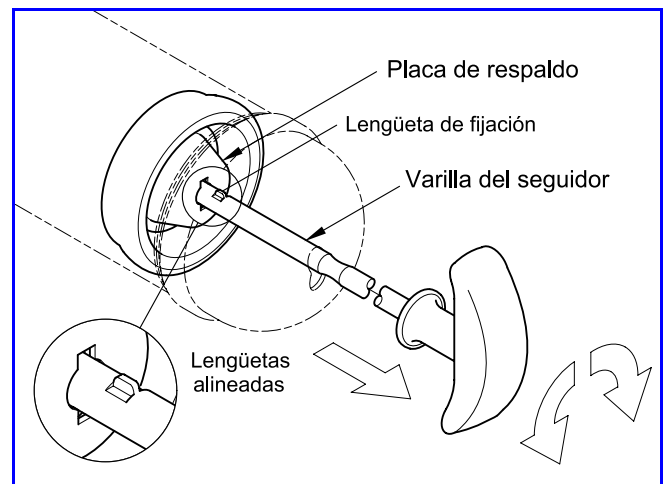

Figura 3 Lengüetas de fijación de la varilla del seguidor alineadas
2. Extraiga la varilla del seguidor de la tapa del cilindro. A la vez, haga girar la varilla para permitir el acceso de las lengüetas de fijación a través de la placa posterior. Vea la **Figura 3**.
1. Extraiga la varilla del seguidor de la tapa del cilindro. A la vez, haga girar la varilla para permitir que las lengüetas de fijación accedan a través de la placa posterior. Vea la **Figura 3**.